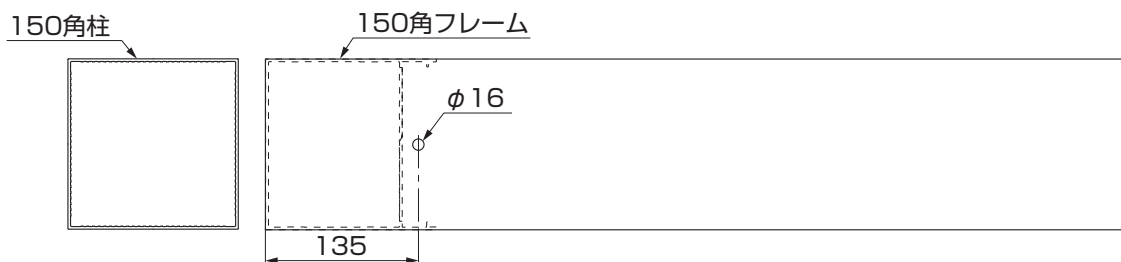

図1-2
①柱 150角を図1-2を参照してφ16の穴をあけてください。